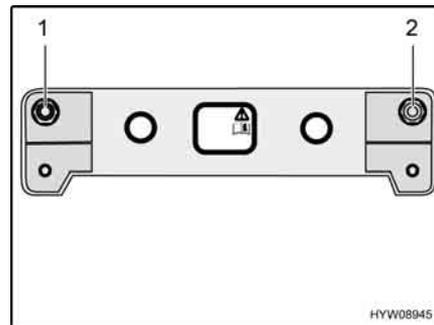

Fig. 19 Valvole di riempimento di emergenza
Nel vano motore sono installate due valvole di riempimento di emergenza (Fig. 19,1 e 2) su una lamiera di sostegno. Queste valvole sono collocate in modo che in base alla loro posizione (nel senso di marcia) possano essere associate ai lati delle molle pneumatiche. Inoltre sono contrassegnate.
- Riempire uniformemente con aria compressa le valvole di riempimento di emergenza (Fig. 19,1 e 2) presenti su entrambi i lati, fino al raggiungimento del livello di marcia normale del veicolo.